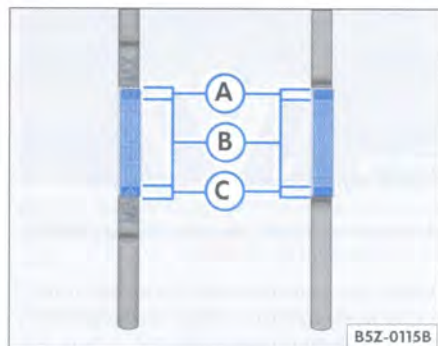

Fig. 114 En el compartimiento del motor: varilla de medición del nivel de aceite
- Vuelva a retirar la varilla de aceite y controle el nivel del aceite en el extremo inferior de la varilla $\Rightarrow$ página 160, fig. 114.
Si el nivel de aceite se encuentra en la zona $\Rightarrow$ página 160, fig. 114 , no debe hacer el reabastecimiento de aceite.
- Luego que el nivel de aceite alcance por lo menos la zona B ⇒ página 160, fig. 114, cierre cuidadosamente la tapa del bocal de abastecimiento.
Si el nivel de aceite se encuentra por encima de la zona A ⇒ página 160, fig. 114, no arranque el motor – ¡peligro de daños en el catalizador y en el motor! Entre en contacto con un Concesionario Volkswagen®.